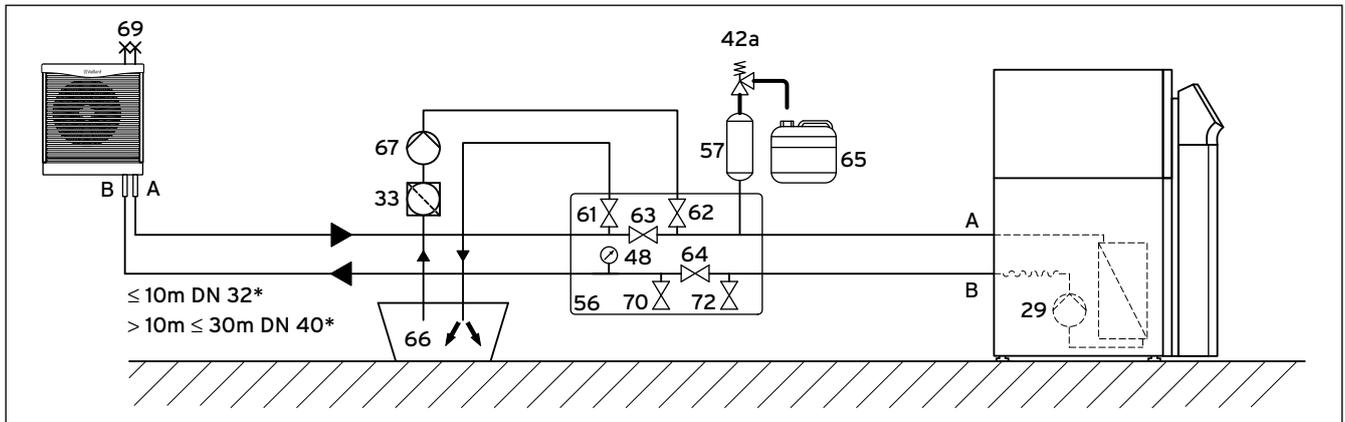

Abb. 6.4 Solekreis mit einer Außeneinheit und Wärmepumpen-Solebefüllstation (\* einfache Strecke)
- Öffnen Sie ggf. alle weiteren Absperrventile, die in → **Abb. 6.4** und **6.5** nicht gezeigt sind.